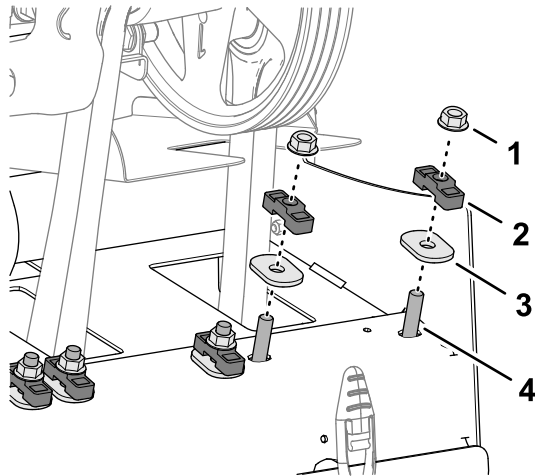

図 132
1. ロトリックのダンパーシャフトをマシンの後部フレームに固定しているフランジロックナット 2 個を外す **図 132**。